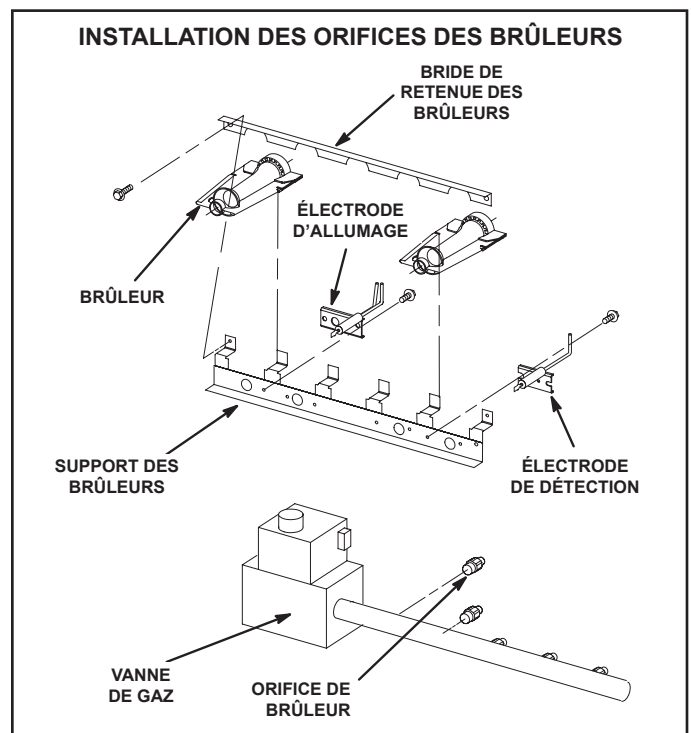

Figure 1
- 4 - Retirer les orifices de brûleur existants. Appliquer un peu d'agent d'étanchéité fourni avec l'ensemble sur les filets des orifices. Installer les orifices dans le collecteur. Voir Figure 1.